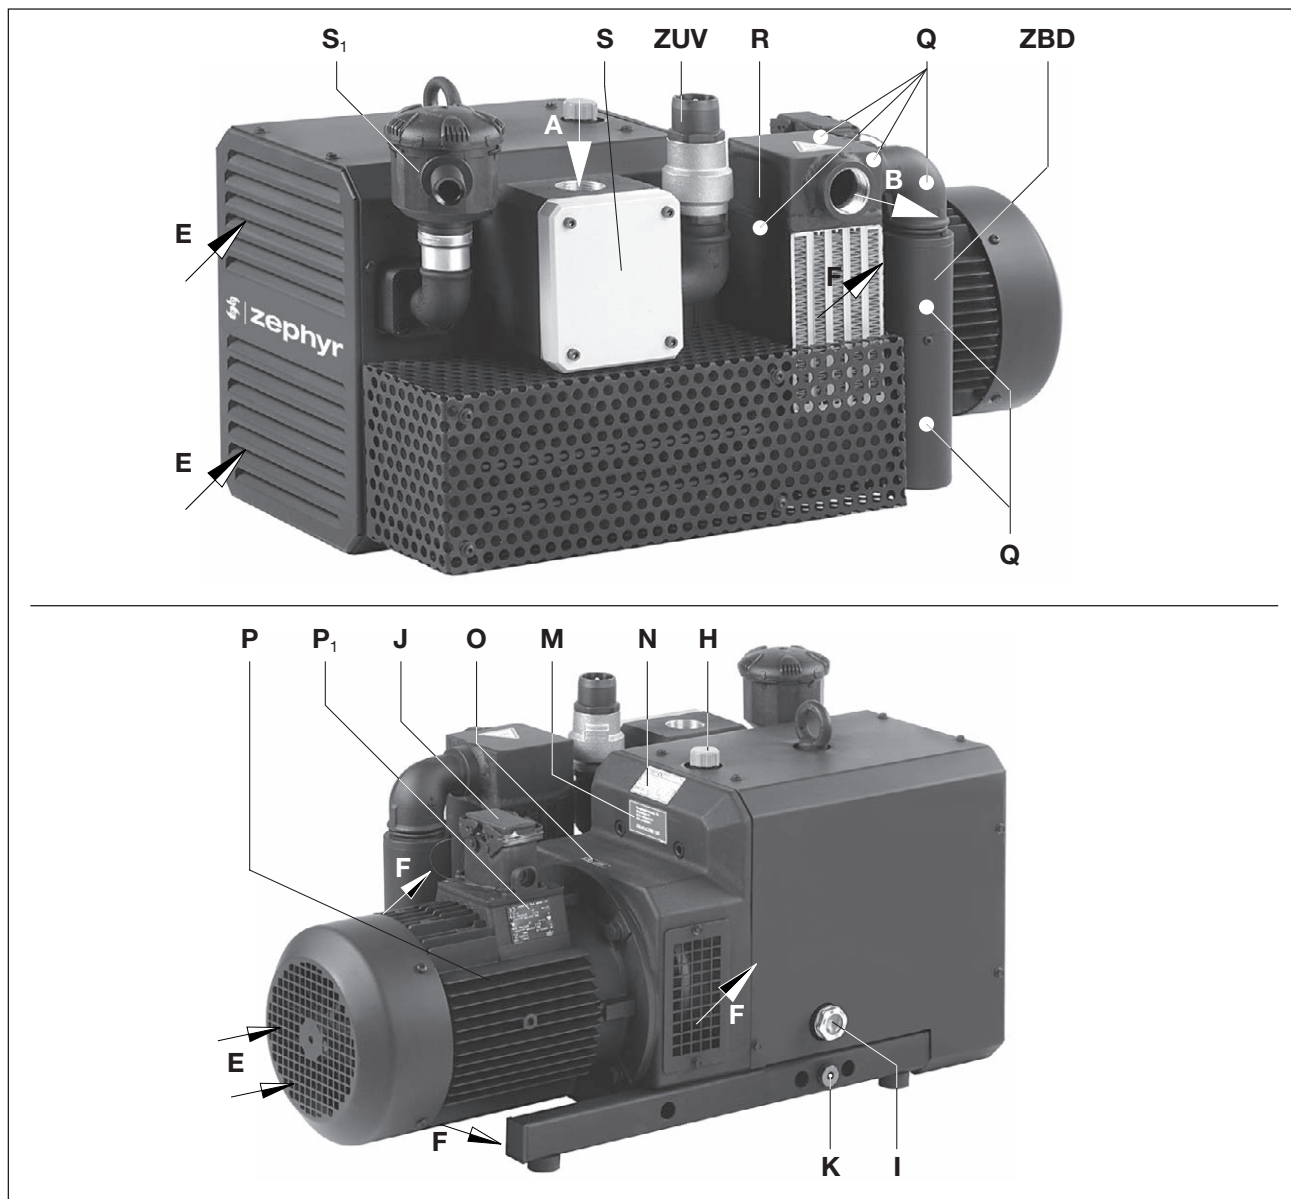

Abb. 2 Druckvakuumpumpe C-KLR 80
Die ZEPHYR C-KLR ist durch eine Dämmhaube gekapselt. Um die Verdichtungswärme abzuführen, wird die Kühlluft mit Hilfe eines Trommellüfters, welcher die frische Kühlluft (Abb. 2/E) ansaugt und die erwärmte Luft am Kühlluftaustritt (Abb. 2/F) ausbläst, zwischen dem Verdichter und der Haube hindurchgesaugt. Der Druckluftnachkühler (Abb. 2/R) sorgt für eine niedrige Blasluft-Temperatur.
Als Schutz vor Überlastung sind serienmäßig Begrenzungsventile (Abb. 2/ZUV) und (Abb. 2/ZBD) angebaut.
Der Nennvolumenstrom beträgt 80 und 140 m³/h bei 50 Hz. Die saug- und druckseitigen Belastungsgrenzen (bar) sind auf dem Datenschild (Abb. 2/N) angegeben. Die Abhängigkeit des Volumenstroms von den Überdrücken zeigt das Datenblatt D 883.
Öl-Einfüllstelle (Abb. 2/H), Öl-Schaugläser (Abb. 2/I) und Öl-Ablässe (Abb. 2/K) müssen leicht zugänglich sein.
Die Kühlluft-Eintritte (Abb. 2/E) und die Kühlluft-Austritte (Abb. 2/F) müssen mindestens 20 cm Abstand zu benachbarten Wänden haben. Austretende Kühlluft darf nicht wieder angesaugt werden. Für Wartungsarbeiten ist vor den Ansaugfiltern (Abb. 2/S, 2/S₁) min. 40 cm Abstand vorzusehen.
- a) Vakuumanschluss bei (Abb. 2/A) und Druckanschluss bei (Abb. 2/B).
- a) Das Schmieröl (geeignete Sorten siehe "Wartung") für die Zahnräder und Lager an der Öleinfüllstelle (Abb. 2/H) bis zur Mitte des Schauglases (Abb. 2/I) auffüllen.
- a) Die elektrischen Motordaten sind auf dem Datenschild (Abb. 2/N) bzw. dem Motordatenschild (Abb. 2/P₁) angegeben. Die Motoren entsprechen DIN EN 60034 und sind in Schutzart IP55 und Isolationsklasse F ausgeführt. Das entsprechende Anschlusschema befindet sich im Klemmenkasten des Motors (entfällt bei Ausführung mit Stecker-Anschluss). Die Motordaten sind mit den Daten des vorhandenen Stromnetzes zu vergleichen (Stromart, Spannung, Netzfrequenz, zulässige Stromstärke).
- b) Motor über Stecker-Anschluss (Abb. 2/J) bzw. Motorschutzschalter anschließen (zur Absicherung ist ein Motorschutzschalter und zur Zugentlastung des Anschluss-Kabels ist eine Kabelverschraubung vorzusehen).
Im betriebswarmen Zustand können die Oberflächentemperaturen an den Bauteilen (Abb. 2/Q) über 70°C ansteigen.
- ▷ Die vorgesehene Drehrichtung der Antriebswelle ist durch den Drehrichtungspfeil (Abb. 2/O) auf dem Motorflansch gekennzeichnet.